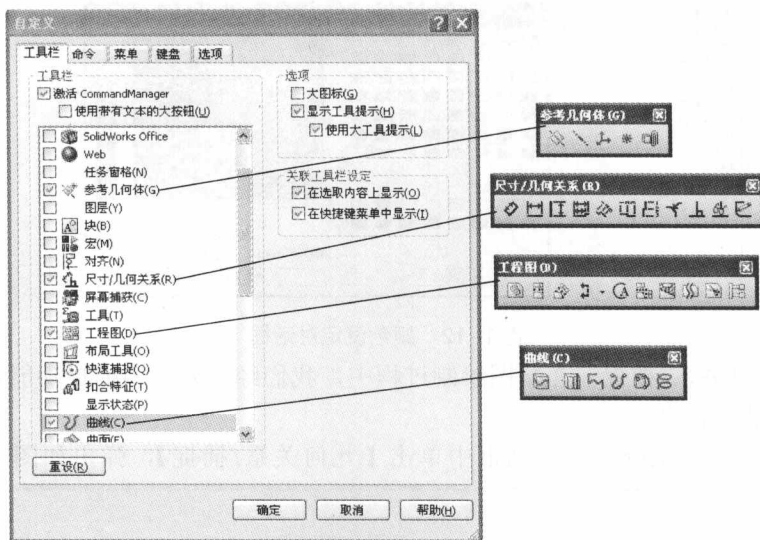

图 1-15 自定义设定工具栏
方法三 单击下拉菜单 [工具] / [自定义], 弹出如图 1-15 所示自定义对话框, 在所有需要使用的工具栏前打“√”, 则相应的工具栏即显示在绘图区。
④ 自定义工具栏按钮 大部分工具栏在初始状态下, 并没有列出该工具栏中的所有按钮 (图标), 用户可通过以下步骤来重新设定工具栏中的相应按钮。
a. 单击下拉菜单 [工具] / [自定义], 弹出如图 1-15 所示对话框, 选中“☒草图(K)”, 使绘图区出现如图 1-16 所示草图工具栏。